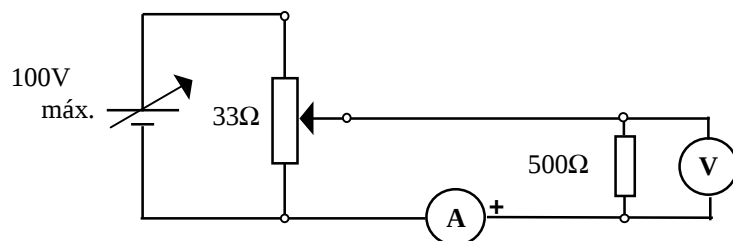

FIGURA 2.1. Circuito para determinar la característica V vs. I
2. Realice el montaje de la Figura 2.1. Utilice el multímetro analógico como amperímetro.
5. En el circuito de la Figura 2.1, reemplace el resistor de $500\ \Omega$ por un bombillo de 60W.